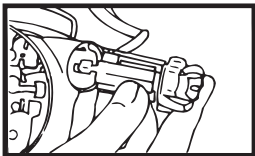

FIG. 28
2. S'assurer que le barillet de serrure neuf est à la position « RUN » avant de l'installer. Ensuite, tourner la clé à « OFF » pour asseoir la goupille de retenue (voir figure 28).